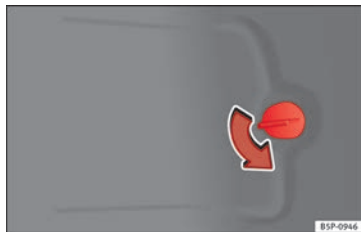

Bild 189 Lampor på fordonets kaross.
- Öppna skyddet till bagageutrymmets sidopanel » **bild 189**.